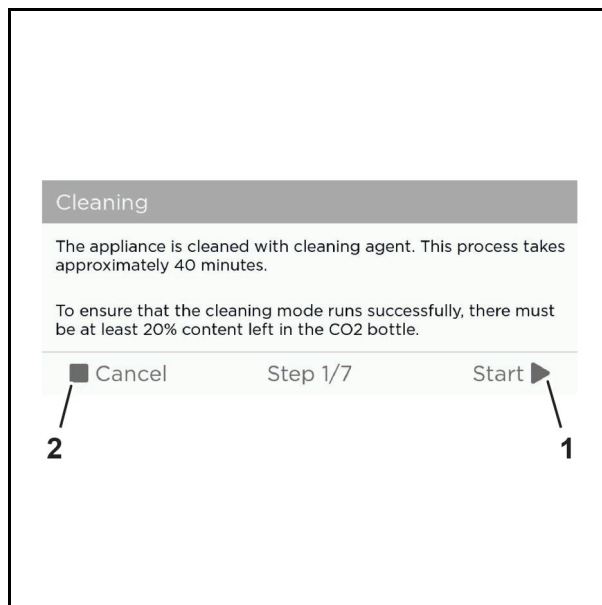

Abb. 70 Przykładowa grafika
1. Postępować według wytycznych na ekranie dotykowym i nacisnąć przycisk „Start” (start) (Abb. 70/1), aby uruchomić czyszczenie lub „Cancel” (anuluj) (Abb. 70/2), aby anulować czyszczenie.